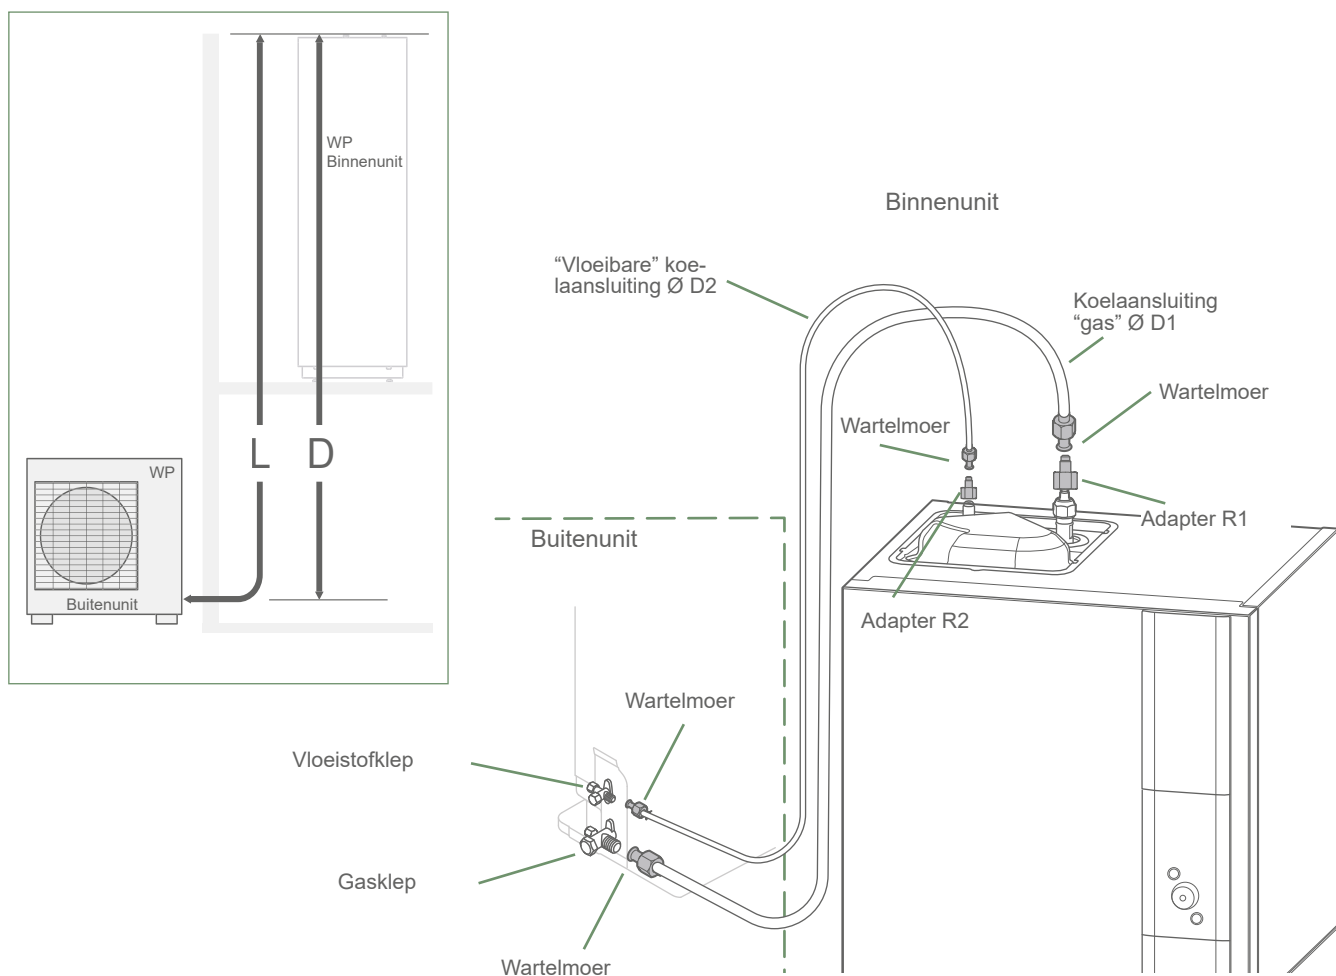

fig. 31 - Aansluiting van Koelaansluiting (toegestane diameters en lengtes)
- Afhankelijk van het geval sluit u een adapter aan (reductie) 1/4"- 3/8" of 1/2"- 5/8" (zie fig. 31).